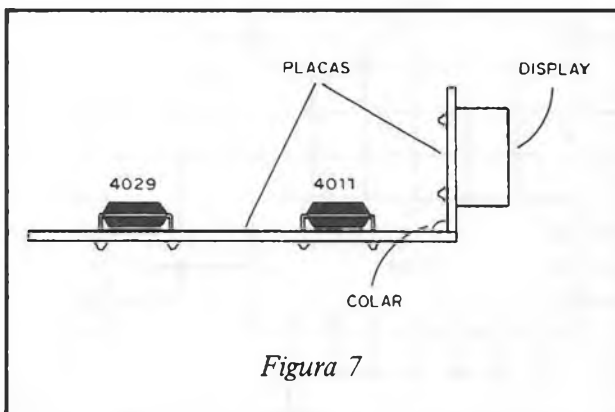

Figura 7
b) Observe bem a posição de montagem do display. Se quiser um tipo de montagem diferente, use uma placa em ângulo reto colada na placa principal, conforme mostra a figura 7. Deste modo, a instalação em determinados tipos de painéis pode ser facilitada.